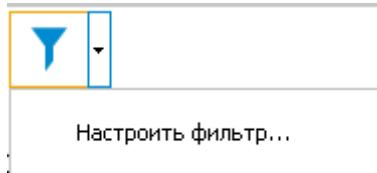

Рис. 124
2. Выберите команду **Настроить фильтр** (Рис. 124).